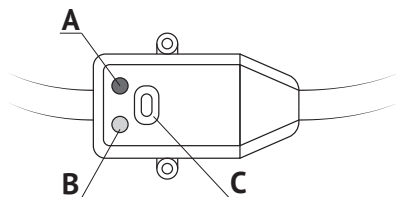

Рис. 11
1. После подключения к электросети водонагревателя оснащённого устройством защитного отключения (УЗО) загорится индикатор В (смотри рис. 11).